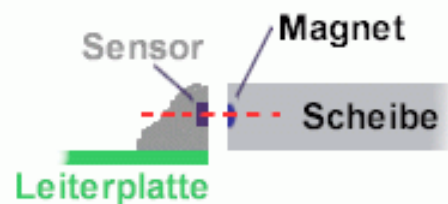

Abbildung 9 Korrekte Ausrichtung von Magnetring und Sensor.
- Dabei darauf achten, dass sich die Magnete in dem Magnetring auf Höhe des Sensors befindet, siehe Abbildung 9.